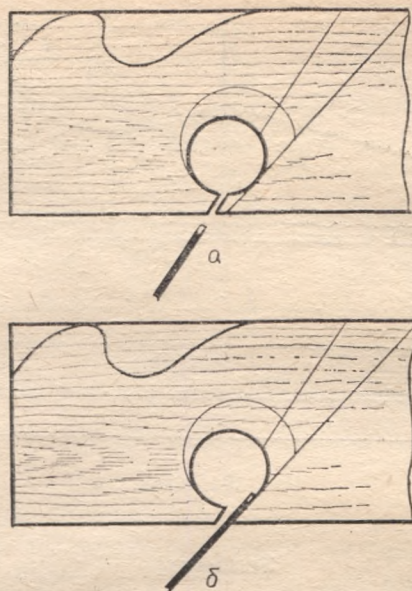

Рис. 150. Выпиливание летка:
5. Выпилить роток (пролет) (рис. 150).